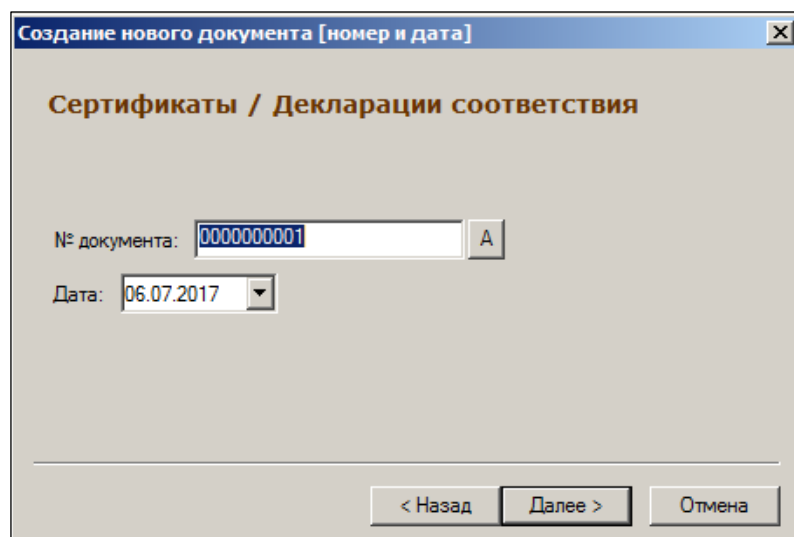

Рисунок 112 – Создание сертификата (2)
3. Ввести дату и номер документа. По умолчанию указывается текущая дата и автоматически созданный номер, которые можно изменить (Рисунок 112):